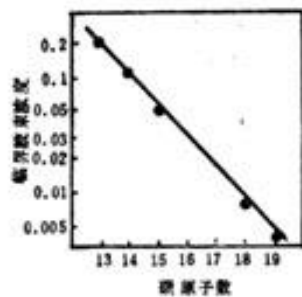

图4-19 直链烷基磺酸钠临界胶束浓度与碳原子数的关系
- 1、临界胶束浓度。碳原子数增加，CMC 值下降。（图 4-19）